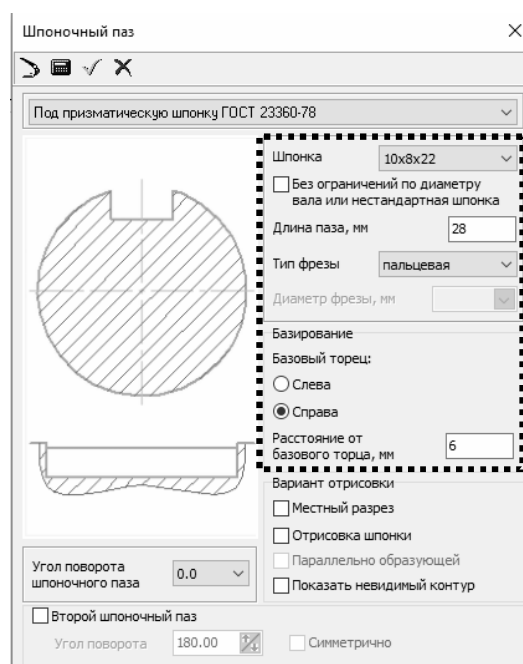

Рис. 15.14. Выбор параметров шпоночного паза под призматическую шпонку
5.6. На четвертой цилиндрической ступени имеется шпоночный паз под призматическую шпонку. Для его построения необходимо выбрать четвертую цилиндрическую ступень в дереве построения (**Цилиндр D = 34, L = 37**), затем вкладку «Дополнительные построения» → «Шпоночные пазы» → «Призматическая шпонка». Ввести необходимые параметры: длина шпонки – **28 мм**, а расстояние от базового торца справа – **6 мм** (рис. 15.14).